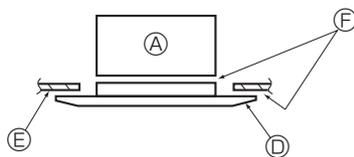

Fig. 6-8
* Assurez-vous qu'il n'y a pas d'espace entre l'appareil principal et la grille, et entre la grille et le plafond. (Fig. 6-8)